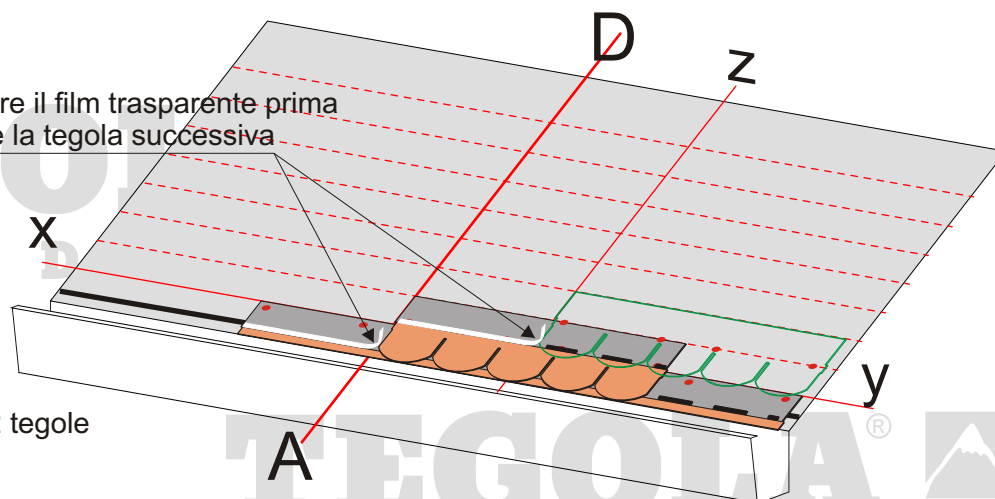

Fig. 4 - Sequenza di 2 tegole
- Completata la posa della fila di partenza rimuovere il film trasparente posto sopra le pastiglie e cominciare con la posa della prima fila di tegole che inizia allineando la tegola alla linea AD (Fig. 4).
- Completata la posa della prima fila rimuovere il film trasparente posto sopra le pastiglie e cominciare con la posa della seconda fila tegole che inizia allineando la tegola alla linea z (Fig. 4).